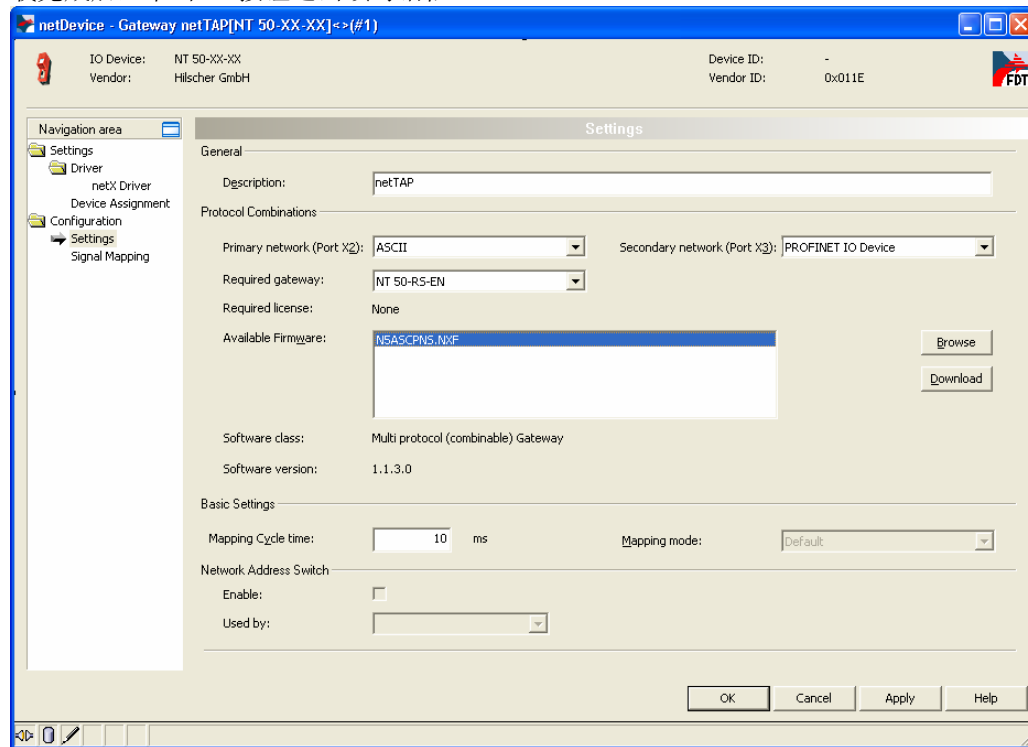

图 22
- 6) 选择“Settings”栏，Port X2 选择 ASCII 协议，Port X3 选择 PROFINET IO Device 协议，如图 22 所示。选中对应的 Available Firmware，单击右侧的 Download 按钮，下载对应的固件。固件下载完成后，单击 OK 按钮退出该对话框。